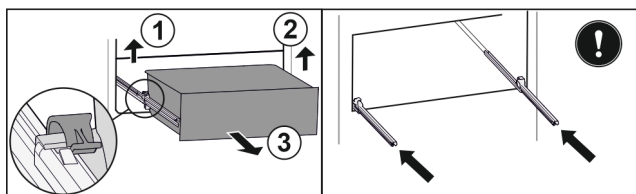

Fig. 89
- ▶ Zvedněte levou svorku a současně vytáhněte zásuvku vlevo dopředu. Fig. 89 (1)
- ▶ Zvedněte pravou svorku a současně vytáhněte zásuvku vpravo dopředu. Fig. 89 (2)
- ▶ Vyjměte zásuvku dopředu. Fig. 89 (3)